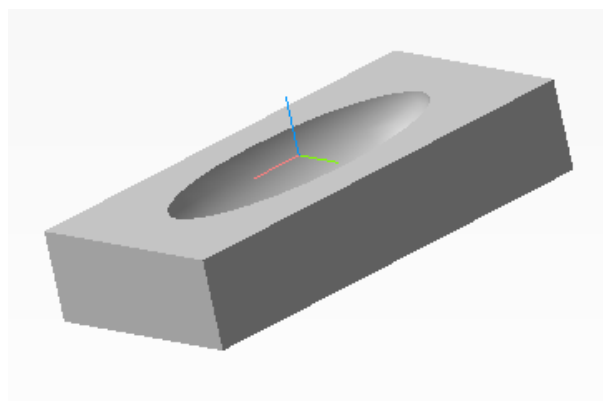

Рис. 9.
9.3. На панели **Элементы тела** нажмите кнопку **Вырезать вращением**. На панели **Параметров** выберите следующие опции: **Тип построения** - сфероид, в поле **Угол** установите значение 180, смените направление вырезания, если это необходимо (рядом с полем **Угол** нажмите). Нажмите кнопку **Создать объект** (рис.9).